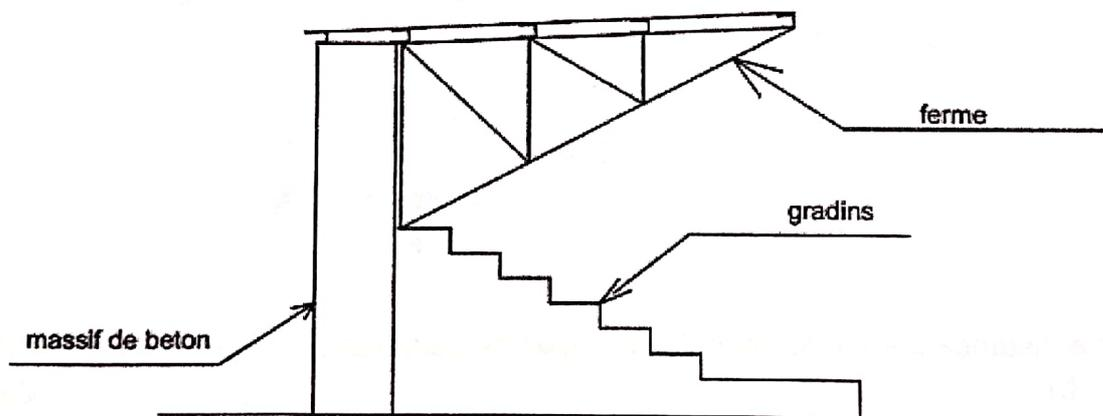

Figure 1
- Fermes métalliques : portée 6,00 m ; espacement régulier = 5,00 m ; elles sont supportées par un massif de béton (figure 1) ;
Les pannes sont des profilés U disposées suivant le schéma de la figure 1. Elles reçoivent les charges des tôles (charges uniformément réparties q) et des lampes d'éclairage qu'elles supportent.